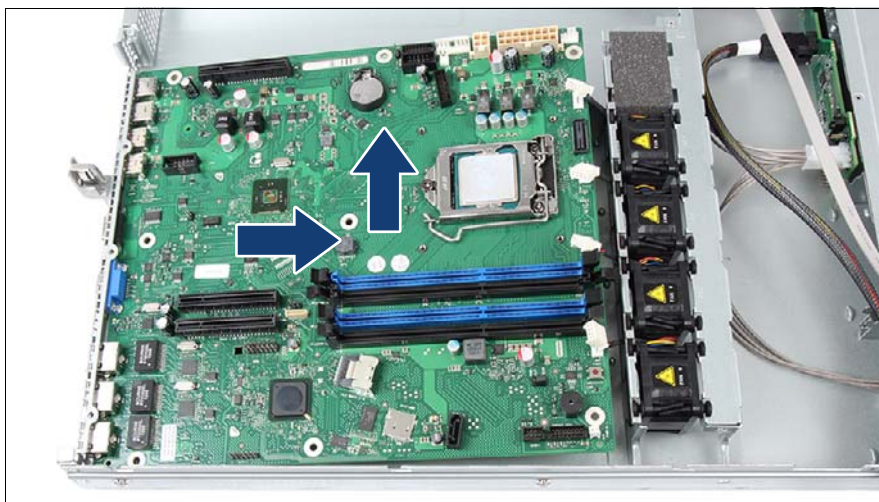

図 207: システムボードの取り外し
- ▶ システムボードをわずかに傾けて持ちながら挿入します。コネクタをコネクタパネルにスライドさせます（277 ページ の 図 207 を参照）。